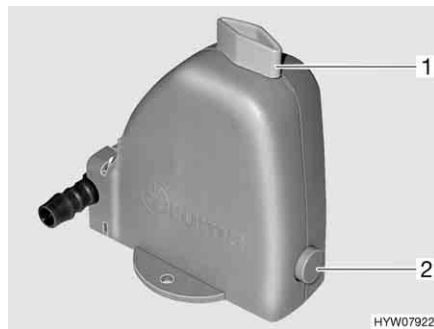

Bild 204 Sicherheits-/Ablassventil des Boilers
Der Boiler ist mit einem Sicherheits-/Ablassventil (Bild 204) ausgestattet. Das Sicherheits-/Ablassventil verhindert, dass das Wasser im Boiler einfriert, wenn bei Frost die Heizung nicht eingeschaltet ist.
- Sicherheits-/Ablassventil schließen. Dazu den Drehknopf (Bild 204,1) quer zum Sicherheits-/Ablassventil drehen und den Druckknopf (Bild 204,2) hineindrücken.
- Sicherheits-/Ablassventil öffnen. Dazu den Drehknopf (Bild 204,1) längs zum Sicherheits-/Ablassventil drehen. Der Druckknopf (Bild 204,2) springt heraus. Der Boiler wird über das Sicherheits-/Ablassventil nach außen entleert.